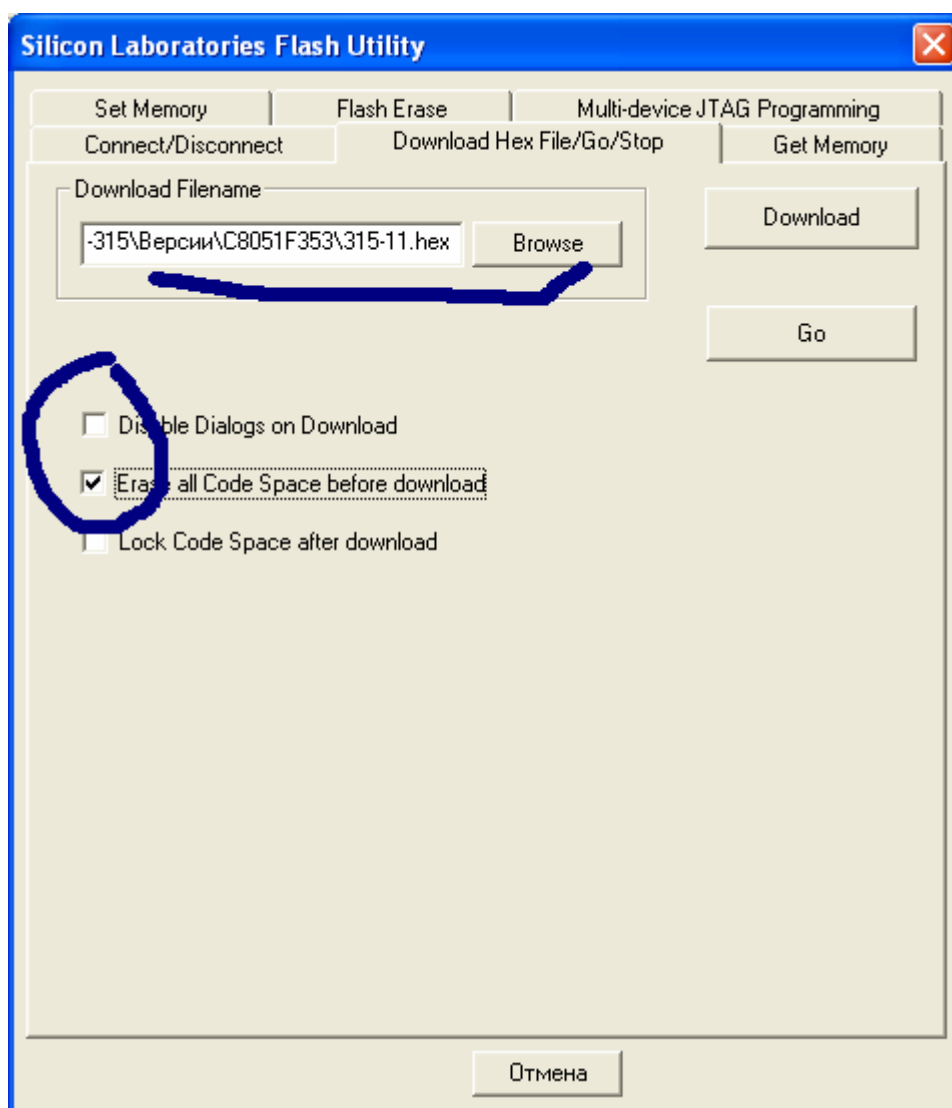

Рис. 2 - Окно утилиты для программирования микроконтроллеров C8051F353
4. На закладке «Download Hex File/Go/Stop» (рис. 2) указать файл для программирования и нажать на кнопку «Download».